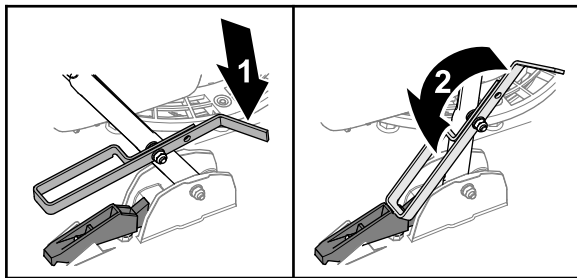

Bild 19
- Um den Holm zu entriegeln, heben Sie den Holm an und drehen Sie den Fußanschlag nach vorne (Bild 19).